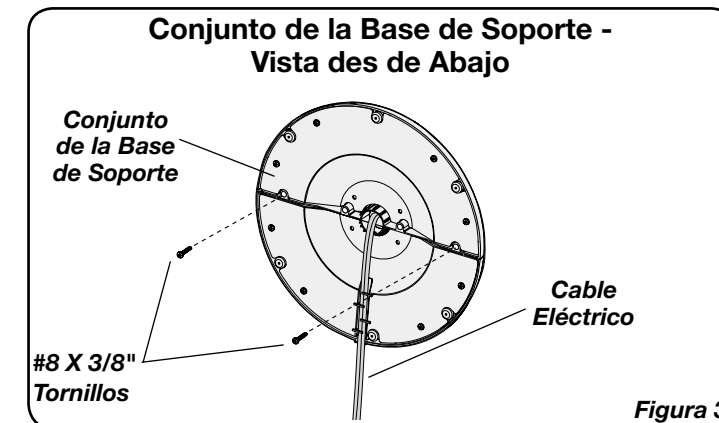

Figura 3
5. Fije los **Tornillos (2) #8 X 3/8"** en los cuatro orificios que se encuentran en la parte inferior de la base. (Figura 3)